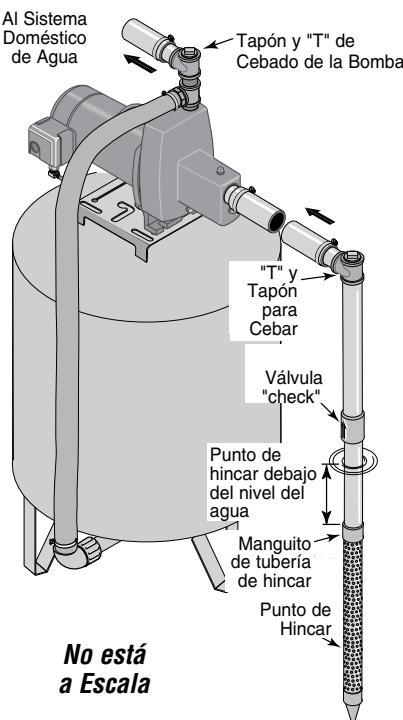

Figura 1: Instalación del Punto de Hincar
INSTALACION DEL PUNTO DEL POZO (PUNTO DE HINCAR) (FIGURA 1)
- Paso 3. Utilice el menor número de conexiones posible (especialmente codos) al conectar la tubería desde el punto del pozo al orificio de succión de la bomba. La tubería de succión debe ser por lo menos del mismo tamaño que el orificio de succión en la bomba (incluya una válvula "check" si su equipo no está equipado con una) - Vea la Figura 1. Soporte la tubería para que no haya inclinaciones verticales o hundimientos en ella a fin de que no se ejerza tensión sobre el cuerpo de la bomba y con el propósito de que no se incline ligeramente hacia arriba desde el pozo hacia la bomba (los puntos altos pueden ocasionar que se formen bolsas de aire que pueden bloquear la bomba). Sellar las juntas de la tubería de aspiración con cinta selladora de PTFE para roscas de tubería. Las juntas deben de ser a prueba de agua y estar herméticamente cerradas. Si la tubería de succión pudiera succionar aire, la bomba no podría sacar agua del pozo. Si un punto de pozo no proporciona suficiente agua, considere la posibilidad de conectar dos o tres puntos de pozo a una tubería de succión.